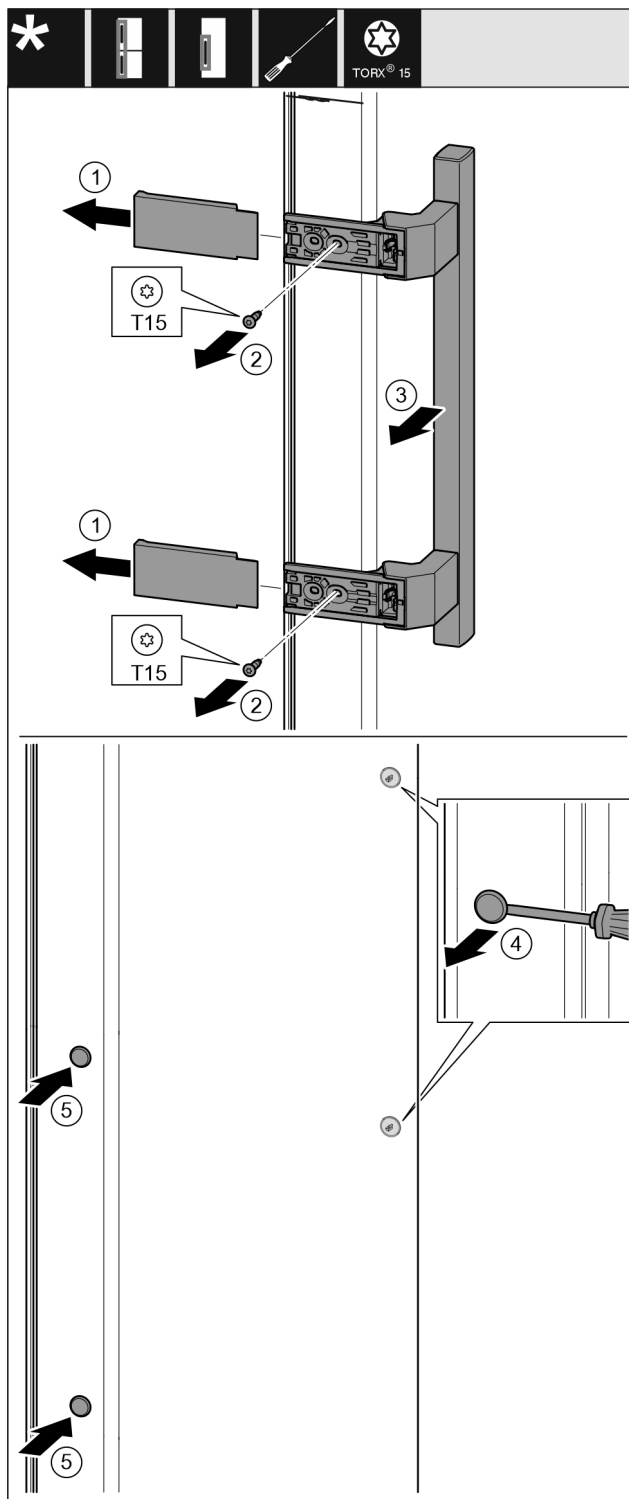

Fig. 11
- Зніміть кришку. Fig. 11 (1)
- Викрутіть гвинти за допомогою викрутки Torx 15. Fig. 11 (2)
- Зніміть ручку. Fig. 11 (3)
- За допомогою шліцевої викрутки обережно підніміть бокову заглушку та витягніть її. Fig. 11 (4)
- Вставте заглушку з іншого боку. Fig. 11 (5)